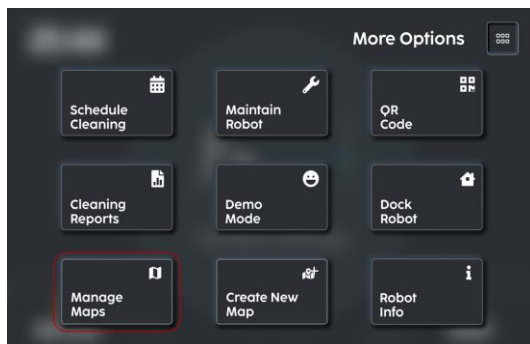

FIGURE 4-1
1. Sur la page 'Plus d'Options', sélectionnez 'Gérer les Cartes' (Fig. 4-1).